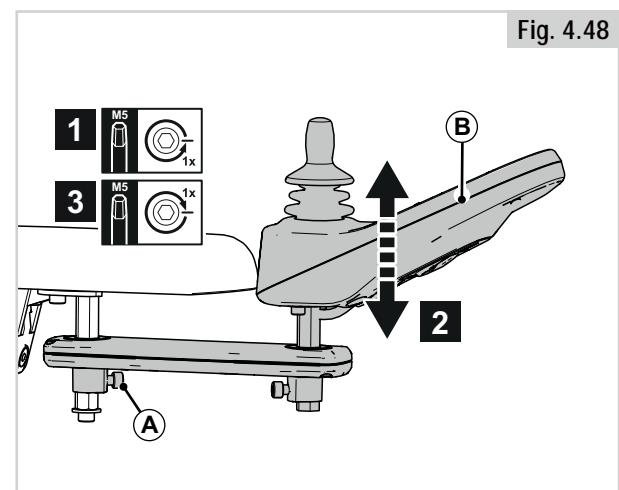

Fig. 4.48
1. Løsn (A) ved at dreje én omgang.
2. Justér (B) til den ønskede stilling.
3. Spænd (A)
Højde på betjeningsenhed (1) (Fig. 4.48)